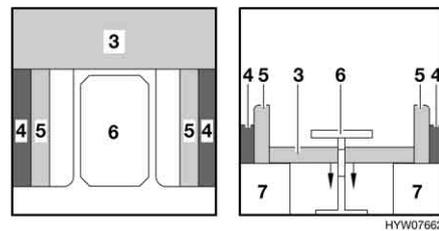

Bild 95 Während des Umbaus
- Die Sitzpolster (Bild 95,5) aufrecht stellen.
- Tisch (Bild 95,6) zum Bettunterbau umbauen (siehe Abschnitt 6.11).